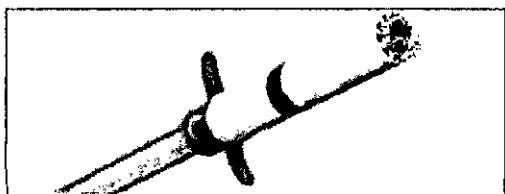

Figura 10:
g. Retire el empujador del sistema ELS. Retraiga el cartucho del embudo desde el alojamiento del catéter Zephyr EDC y retire el catéter de la ranura de carga. Deseche el cargador. Verifique que la válvula Zephyr EBV esté asentada dentro del alojamiento del catéter Zephyr EDC (vea la figura 10). Verifique que el alojamiento del catéter Zephyr EDC no presente daños antes y después de la carga. Si el alojamiento presenta daños, cambie el catéter Zephyr EDC.